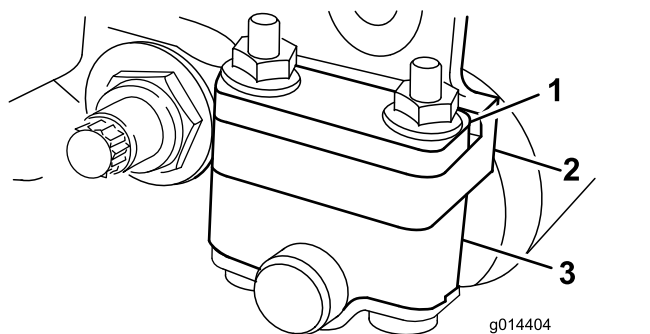
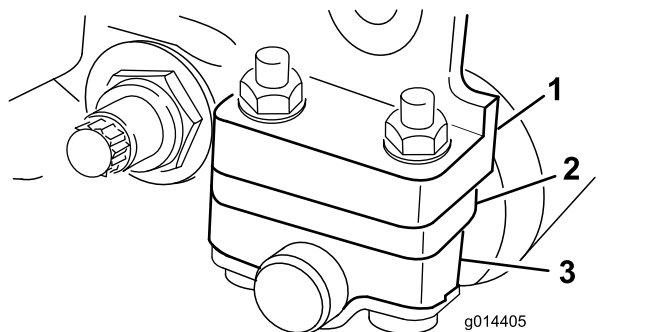

Bild 6
Bild 7
Abhängig von dem gewünschten Schnitthöhenbereich, müssen Sie die Heckrollenhalterungen (Bild 6 oder Bild 7) auf die niedrige oder hohe Stellung verstellen:
- Legen Sie das Distanzstück über den Montageflansch der Seitenplatte (Werkseinstellung), wenn die Einstellungen für den Schnitthöhenbereich zwischen 1,5 mm und 6,0 mm liegen, wie in Bild 6 abgebildet.
- Legen Sie das Distanzstück unter den Montageflansch der Seitenplatte, wenn die Einstellungen für den Schnitthöhenbereich zwischen 3 mm und 25 mm liegen, wie in Bild 7 abgebildet.
4. Legen Sie die Distanzstücke je nach Bedarf über oder unter den Rollenhalterungen auf die Schrauben (Bild 6 oder Bild 7).